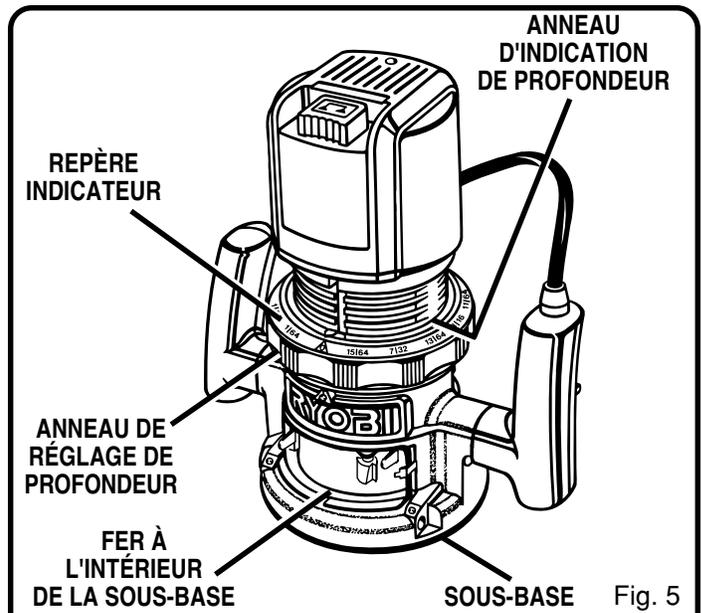
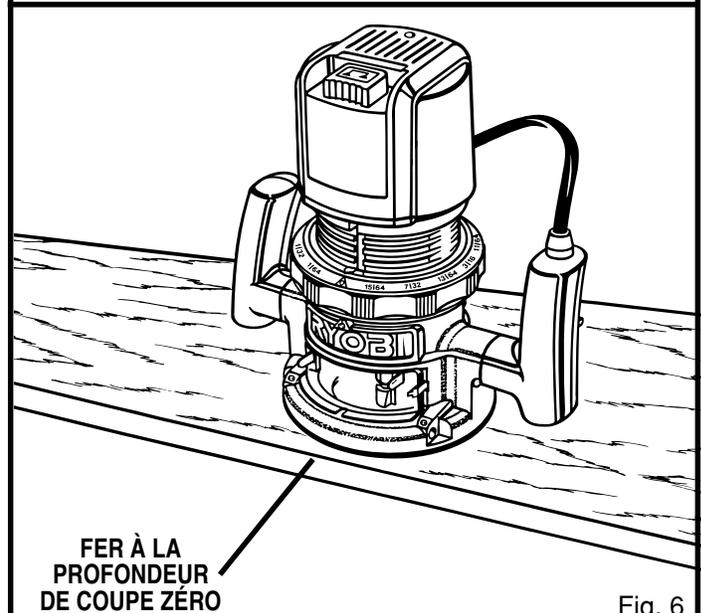

Fig. 5
Fig. 6
- Tournez l'anneau de réglage de profondeur jusqu'à ce que l'extrémité du fer touche la surface plane (zéro de la profondeur de coupe). Voir figure 6. Tournez ensuite l'anneau d'indication de profondeur jusqu'à ce que le zéro soit aligné avec le repère indicateur à l'avant du carter du moteur. Voir figure 5.